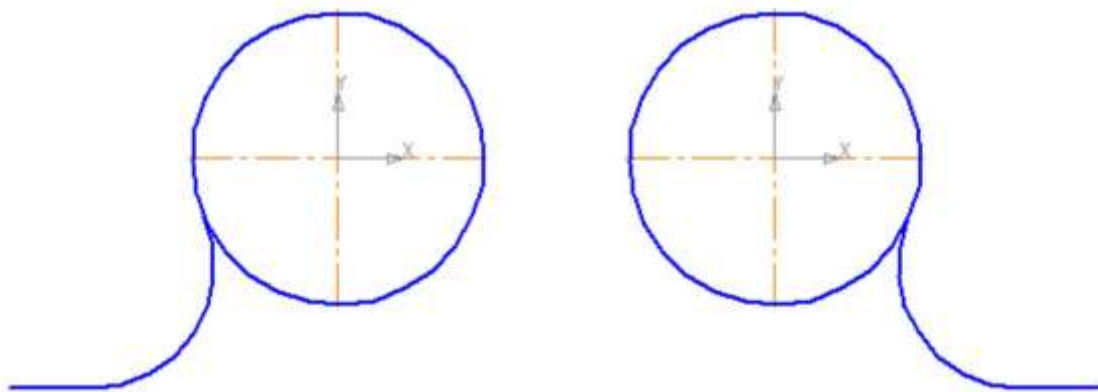

Рис. 6.5
- Укажите два объекта, между которыми нужно построить скругление (отрезок и часть окружности с левой стороны от вертикальной оси симметрии) – (рис. 6.5).